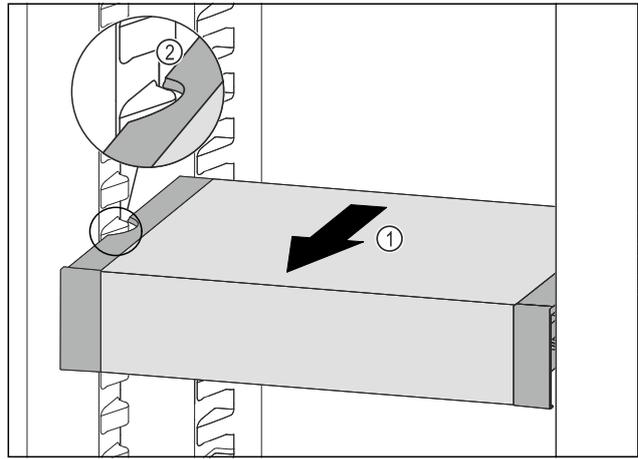

Fig. 84
- ▶ Tire del VarioSafe hacia delante Fig. 84 (1) hasta que los huecos laterales del VarioSafe se encuentren a la altura de la nervadura del recipiente en el compartimento del frigorífico. Fig. 84 (2)